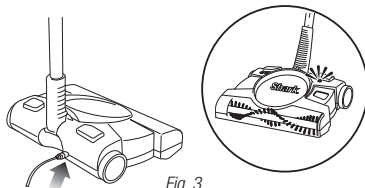

Fig. 3
- 2 Insérez la prise du chargeur dans l'orifice à l'arrière de l'appareil. Branchez le chargeur à une prise électrique. Le témoin près de l'interrupteur marche/arrêt s'allume lorsque la charge de l'appareil est en cours. Si l'appareil est branché et que le témoin est éteint, appuyez l'interrupteur marche/arrêt une fois. Le témoin devrait maintenant être allumé, indiquant que la charge de l'appareil est en cours. (Fig. 3)